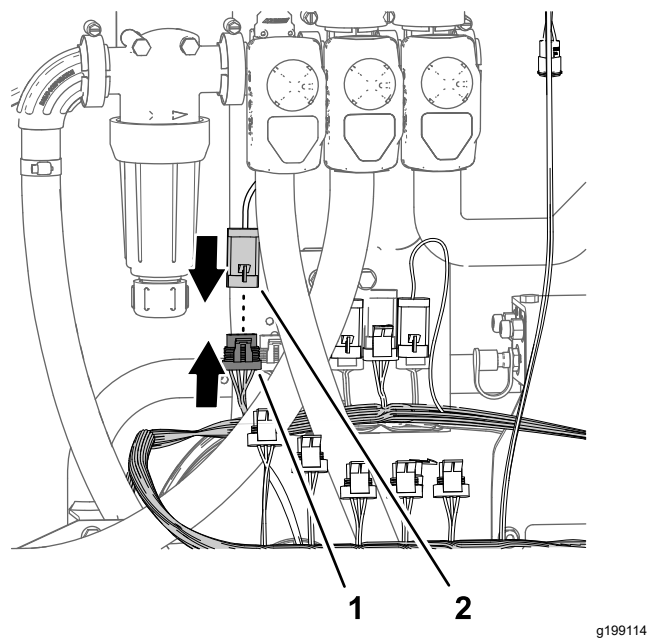

Figura 89
4. Conecte el conector de 4 pines del actuador de la válvula de caudal al conector hembra de 4 vías de la rama de 89 cm (35") del arnés de fumigación del kit marcado RATE VALVE (Figura 89).